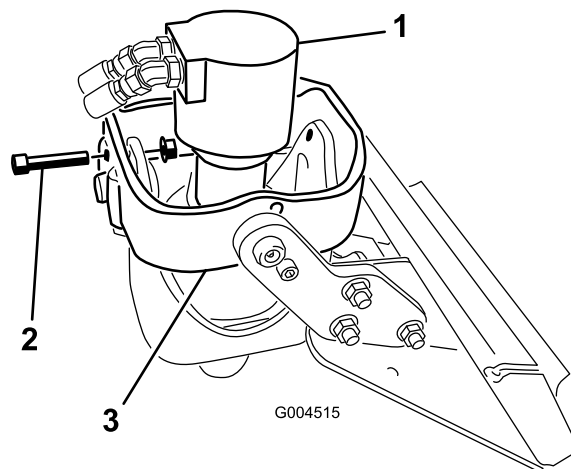

Figura 4
- B. Poziționați capul de antrenare vertical, glisați un urub ($\frac{1}{2} \times 2 \frac{1}{2}$ ") în orificiile din brațele suportului frontal i fixați-l uor cu o piuliă cu guler ($\frac{1}{2}$ ") aa cum se arată în Figura 4.